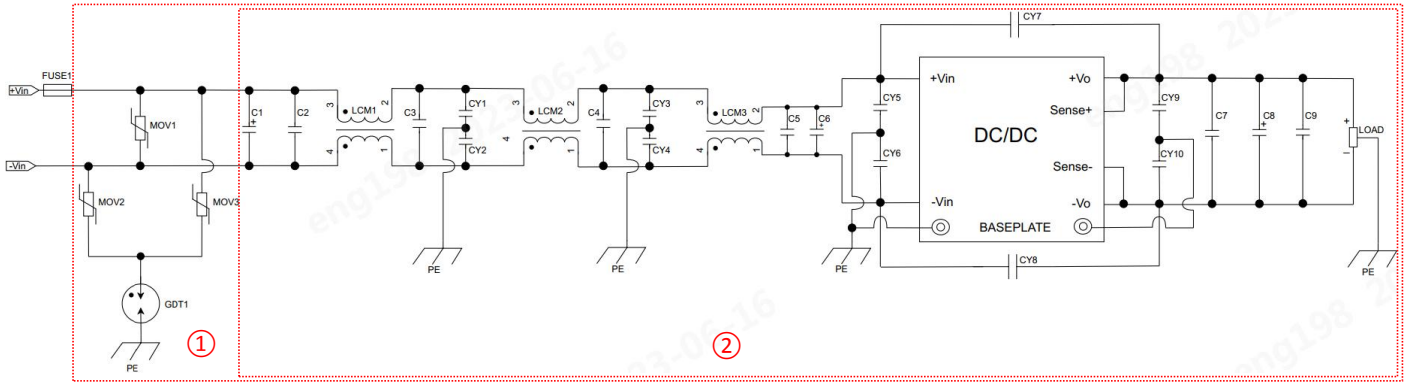

图 8
| EMI | 传导骚扰 | CISPR32/EN55032 CLASS A (推荐电路见图 8 ②) | |
| | | GJB151B CE102 (推荐电路见图 8 ②) | |
| | 辐射骚扰 | CISPR32/EN55032 CLASS A (推荐电路见图 8 ②) | |
| EMS | 静电放电 | IEC61000-4-2 Contact $\pm 6kV$ 、Air $\pm 8kV$ (推荐电路见图 8 ①) | Perf. Criteria A |
| | 辐射抗扰度 | IEC61000-4-3 10V/m (推荐电路见图 8 ②) | Perf. Criteria A |
| | 脉冲群抗扰度 | IEC61000-4-4 $\pm 2kV(5KHz,100KHz)$ (推荐电路见图 8 ①) | Perf. Criteria A |
| | 浪涌抗扰度 | IEC61000-4-5 line to line $\pm 2kV$ 、line to ground $\pm 4kV$ (推荐电路见图 8 ①) | Perf. Criteria A |
| | 传导骚扰抗扰度 | IEC61000-4-6 10Vr.m.s (推荐电路见图 8 ②) | Perf. Criteria A |